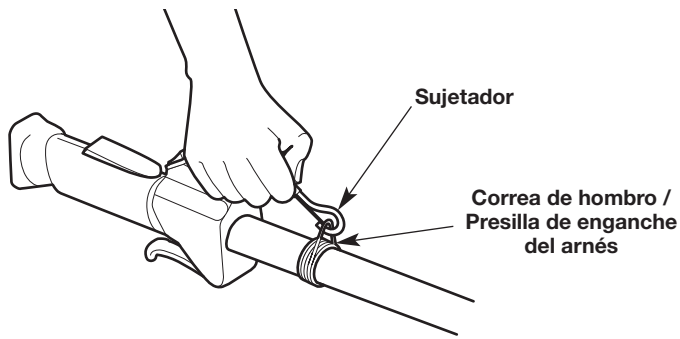

Fig. 8
3. Calce el pasador a presión sobre la correa de hombro/presilla de enganche del arnés (Fig. 8).